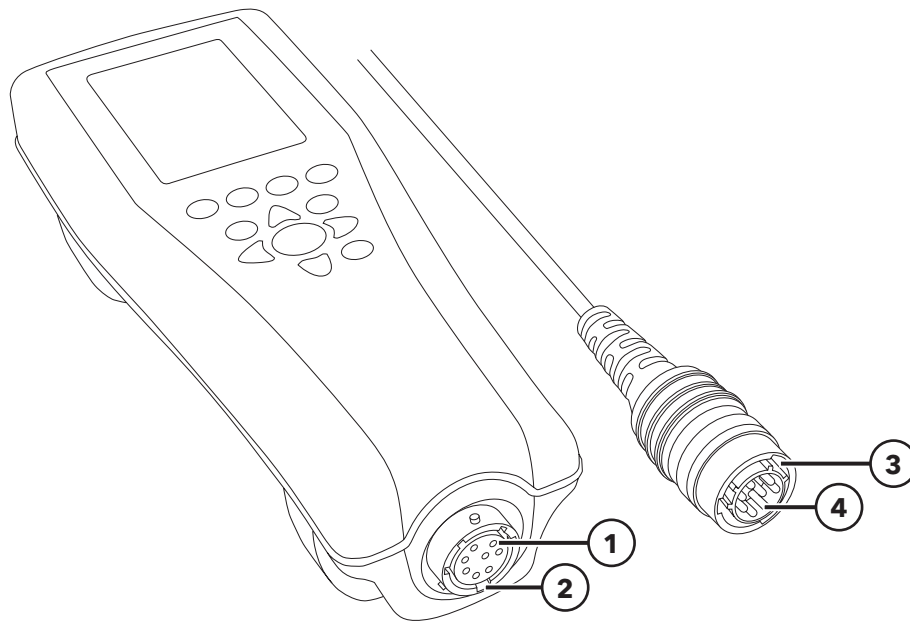

图 6 推拉自锁式连接器
军用规格 (MS) 电缆连接器采用推拉自锁确定配对，防止连接器损坏（图 6）。电缆连接断开时，手持测量仪仍然具有 IP-67 防水等级特性。但是，该连接器并非湿式耦合连接器，连接之前应保持清洁干燥。